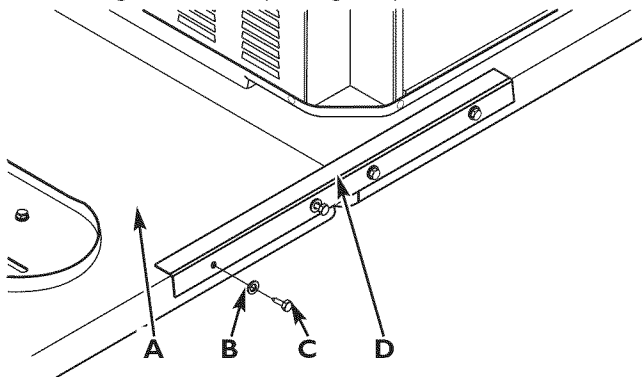

Figure 3 - Amorcez les tire-fond dans les trous de montage du berceau
3. Insérez un tire-fond de 5/16 po X 1 po au travers une rondelle plate de 5/16 po, puis au travers un trou du support à angle. Serrez à la main le tire-fond dans le trou de montage du berceau (voir Figure 3).